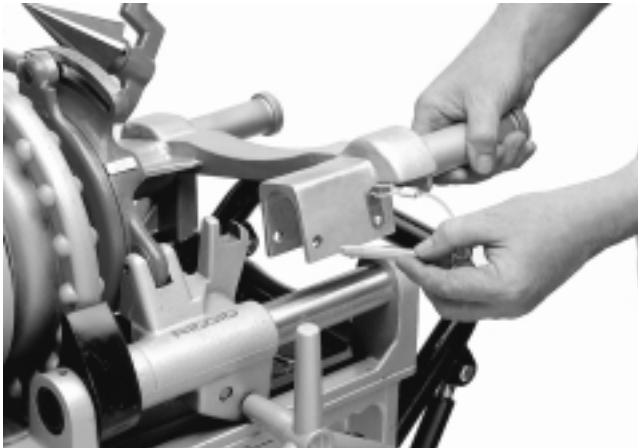

Figura 19 – Pasador de retención en el Adaptador del Ranurador a Rodillos No. 916
4. Acople el brazo adaptador a la Compacta No. 300 colocando la sección del brazo en forma de "C" en el riel trasero (al otro lado del operario) y bajando el lado del brazo que se encuentra cercano al operario hasta el riel del lado del operario. La sección del medio del brazo cubrirá los soportes de los rieles delanteros de la Compacta No. 300 (Figura 19).